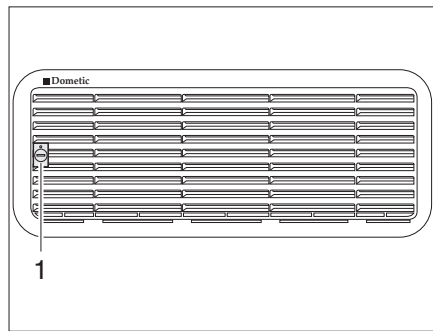
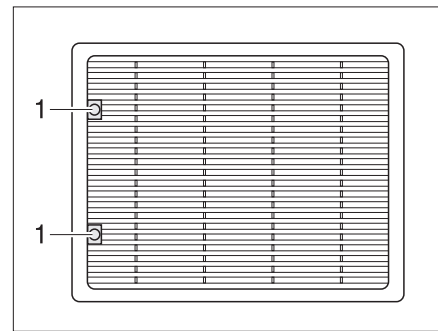

Fig. 211 Rejilla de ventilación del frigorífico (Dometic pequeño)
Fig. 212 Rejilla de ventilación del frigorífico (Dometic grande)
- Girar el tornillo (Fig. 211,1 ó Fig. 212,1) un cuarto de vuelta con la ayuda de una moneda.